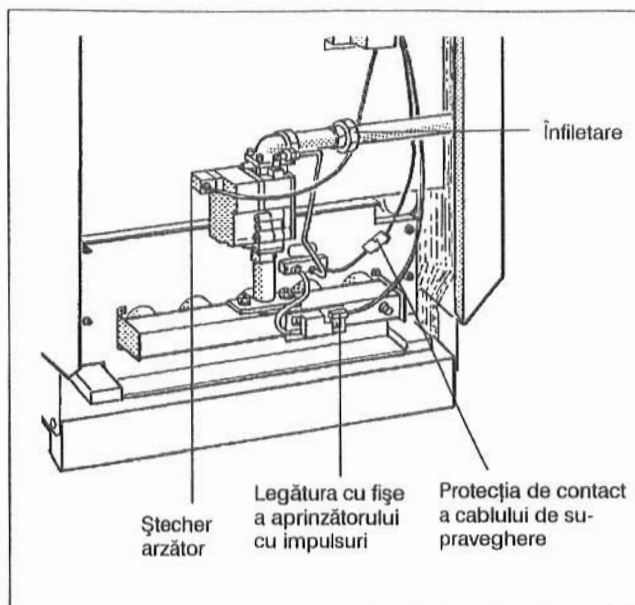

Fig. 29: Arzător de gaz cu armătură "BM" 762-012
- Arzătorul de gaz se deșurubează de la racordul de alimentare (Fig. 29).
- Se desfac șuruburile de la ștecherele arzătorului și acesta se scoate afară (Fig. 29).
- Se desface contactul cu fișe de la aprinzătorul cu impulsuri (Fig. 29).
- Se îndepărtează izolația de contact de la cablul de supraveghere (Fig. 29) și se desface contactul cu fișe.